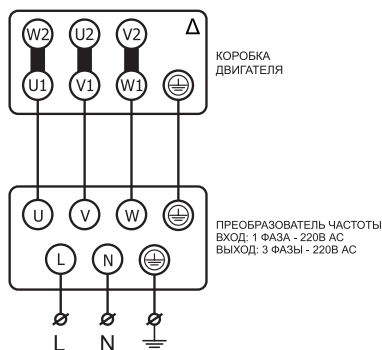

Рисунок 4
12.3 Допускается вентиляторы с двигателями на номинальное напряжение  $\Delta/Y$  220/380В подключать к однофазной сети с переменным напряжением 220В только через однофазный преобразователь частоты с выходом три фазы по 220В переменного тока, предварительно переключив схему соединения обмоток двигателя в треугольник  $\Delta$  220В (см. рисунок 4), в противном случае двигатель может выйти из строя.